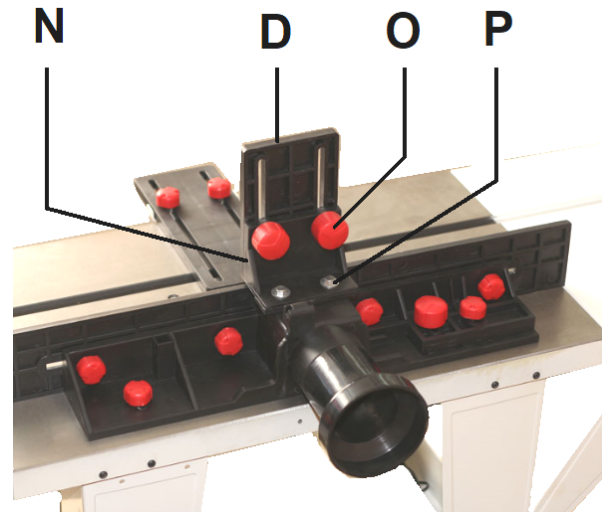

Fig 11-1
Montieren Sie den Winkelträger (N, Fig 11-1) mit zwei Schrauben und Muttern (P).